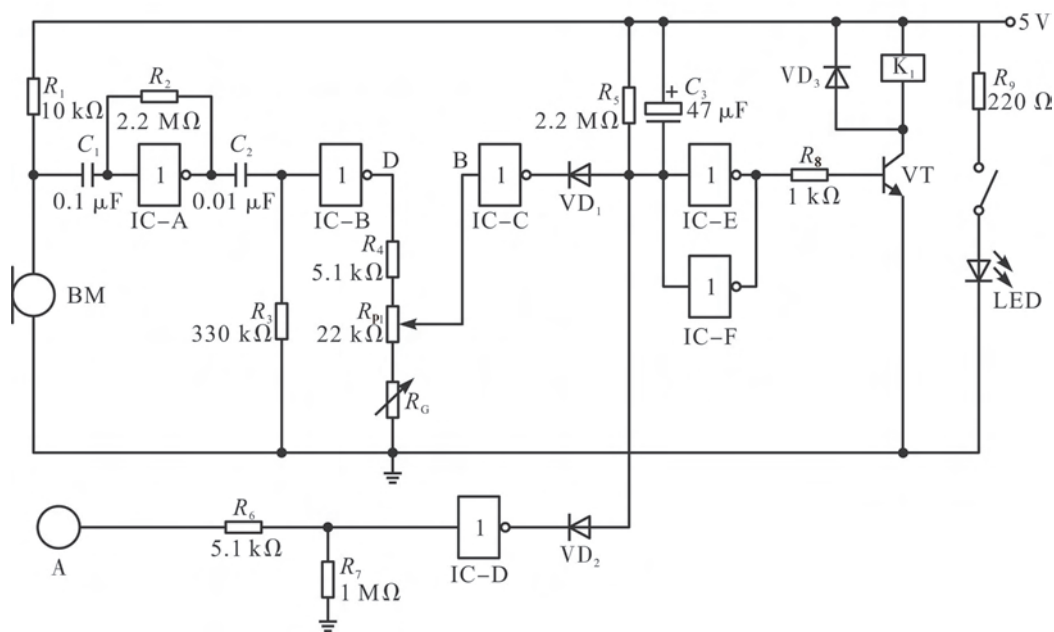
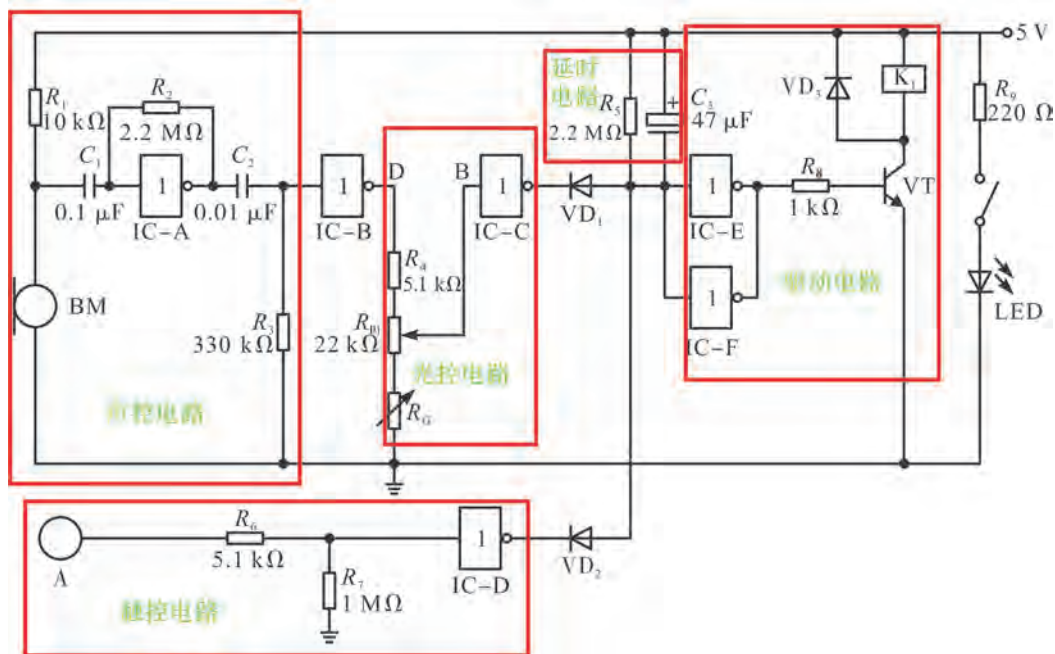

图 4.1 自动灯控制电路
图 4.3 电路功能模块
实现上述电子控制功能有多种电路选择，图4.1是采用数字门电路的一种简单可靠的方案。
(2) 声控电路。声控电路由驻极体话筒BM，非门IC-A，电阻 $R_1$ 、 $R_2$ ，电容 $C_1$ 、 $C_2$ 组成（图4.3）。有声响时，驻极体话筒将声波信号转换成随声波变化的电压信号，通过电容 $C_1$ 加到非门IC-A的输入端。非门IC-A和电阻 $R_2$ 构成数字门电路的一种特殊应用——电压放大器，其中 $R_2$ 的作用是使非门IC-A在无声响时保持在状态转换区中，这样只要输入电压有很小的变化，就会使输出电压有较大的变化。在图4.1的电路中，有声响时IC-A输入端电压升高，经IC-A放大后，输出变成低电平，再经非门IC-B反相输出高电平，使非门IC-C输出端变为低电平，并使二极管 $VD_1$ 导通。非门IC-E的输出端变为高电平，三极管VT饱和导通，继电器 $K_1$ 吸合，LED灯亮。
(3) 光控电路。光控电路由光敏电阻 $R_G$ 和电阻 $R_4$ 、可调电阻 $R_{p1}$ 及非门IC-C构成（图4.3）。白天光敏电阻 $R_G$ 受光照阻值变小，非门电路IC-C的输入端始终为低电平，输出端为高电平。所以，白天即使有声响继电器也不会吸合，灯就不会亮。夜晚时光敏电阻 $R_G$ 无光照阻值变大，此时若有声响就会有高电平加入非门电路IC-C的输入端，使输出端变为低电平，IC-E的输出端变为高电平，LED灯亮。
(4) 触控电路。触控电路由触摸片A、电阻 $R_6$ 、 $R_7$ 、二极管 $VD_2$ 和非门IC-D构成(图4.3)。触摸片A是金属片,没有触摸信号时由于 $R_7$ 接地,IC-D输入端为低电平。当人体碰到它时由人体感应(通常都可达到使CMOS门电路翻转的阈值)使IC-D的输入端变为高电平,输出端为低电平,使二极管 $VD_2$ 导通,通过IC-E输出高电平使三极管VT导通,从而使继电器吸合。
(5) 延时电路。延时电路由电阻 $R_5$ 和电容 $C_3$ 组成。当IC-E的输入端由于控制信号作用变成低电平时,电容 $C_3$ 被充电,当控制信号作用过后IC-C或IC-D输出端恢复为高电平时,IC-E的输入点由于电容 $C_3$ 的作用继续维持低电平;直到 $C_3$ 通过 $R_5$ 放电,该点电位逐渐升高,经过一段时间后,IC-E的输入电平达到一定值后才能使输出变为低电平翻转,这样就使灯在接收到声音信号或触摸控制信号后点亮一段时间才自动熄灭。
(6) 驱动电路。驱动电路由IC-E、IC-F,电阻 $R_8$ ,三极管VT和二极VD3等组成。两个门电路IC-E、IC-F并联可增强驱动能力,电阻 $R_8$ 是三极管VT的基极输入电阻,VD3是续流二极管,可保护三极管VT;当IC-E、IC-F输出高电压时三极管VT导通,继电器线圈得电,吸合触点;反之,继电器线圈失电,触点断开。
(1) 按图4.1在面包板上插接自动灯的控制电路。
(2) 为保护CMOS集成电路, 先在面包板上装集成电路CD4069的引脚1位置做一个记